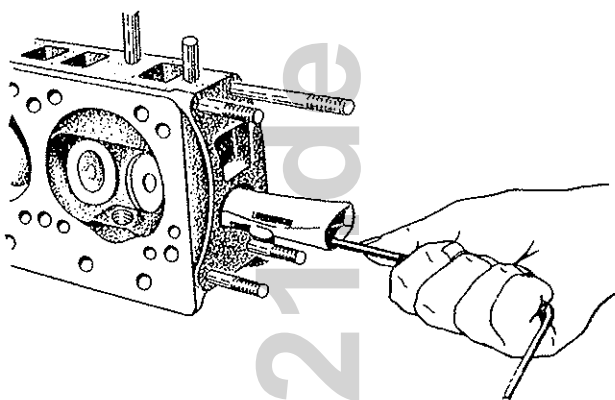

Bild 95 Einsetzen des Ventils in das Zylinderkopfgehäuse
14. Verbrennungskammern des Zylinderkopfes von Ölkohle reinigen, abwischen und mit Druckluft durchblasen. Nötigenfalls die Löcher im Wasserverteilerrohr säubern, dieses dazu aus dem Zylinderkopf herausnehmen, wie in Bild 95 dargestellt ist.